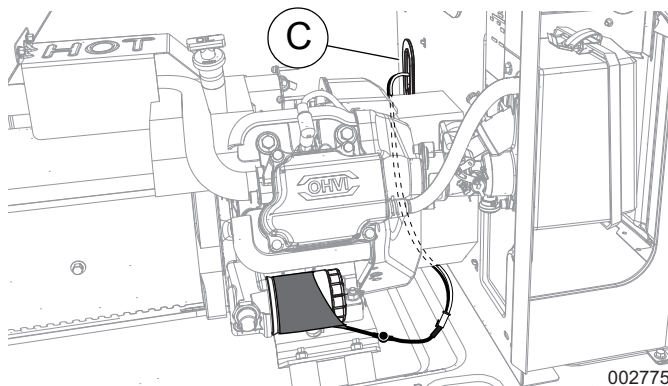

Figure 4. Acheminement des fils du réchauffeur (modèles de 9 kW)
3. Branchez le connecteur sur l'une des prises du faisceau de fils en Y (B).
4. Voir la Figure 4. Faites passer les fils et la prise non utilisée du faisceau de fils en Y sous le moteur, puis dans l'œillet (C) de la cloison du moteur.